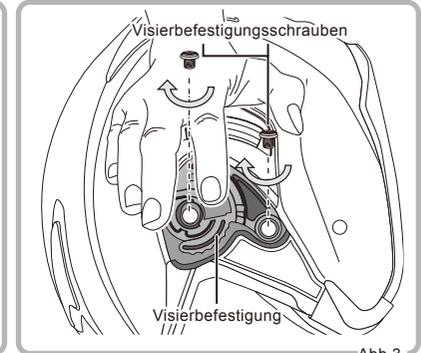

Abb. 3
- 3 Ziehen Sie jede Visierbefestigungsschraube im Uhrzeigersinn sicher fest. Wiederholen dieses Verfahren für die Visierbefestigung auf der anderen Seite des Helms. Die Visierbefestigungen sind nun angebracht (Abb. 3).